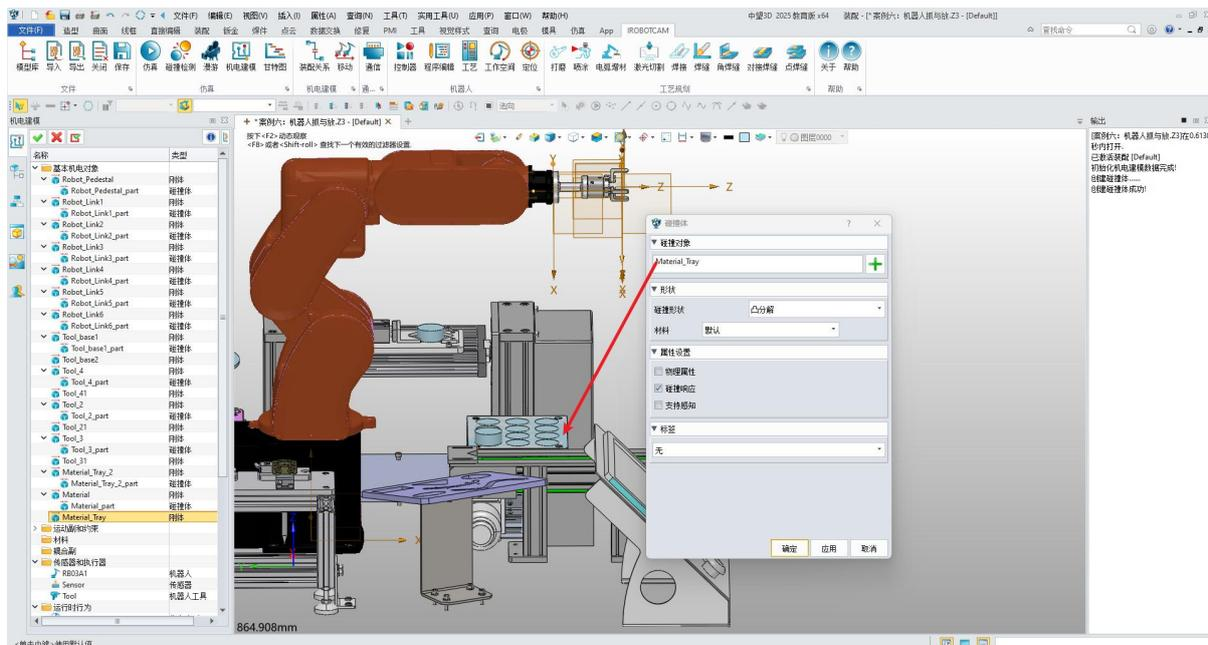

图 10-21：添加物料支撑台碰撞体
- 给物料支撑台“Materia_Tray”添加碰撞体：（图 10-21）